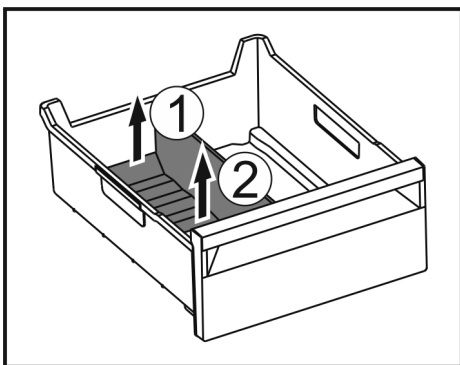

Fig. 165
- ▶ Hinteren Teil des Eisfach-Trenners anheben. Fig. 165 (1)
- ▶ Eisfach-Trenner nach oben entnehmen. Fig. 165 (2)